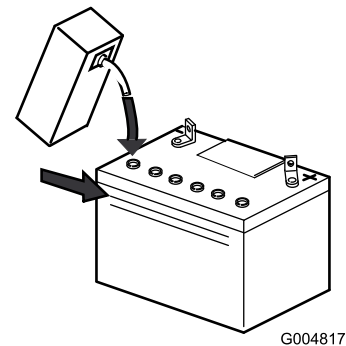

Figura 4
4. Aggiungete lentamente l'elettrolito in ogni elemento della batteria finché il livello non raggiunge la linea superiore sulla cassetta della batteria (Figura 4).